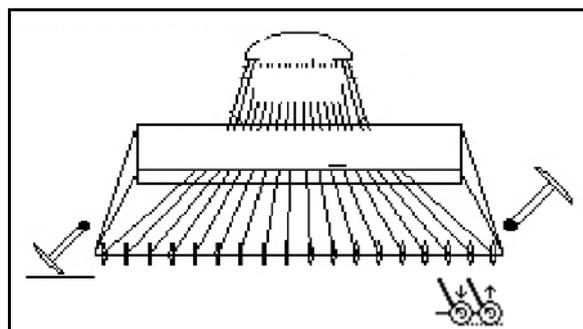

Fig. 38
1. Preseleccionar la presión de reja/de rastrillo (Fig. 38).